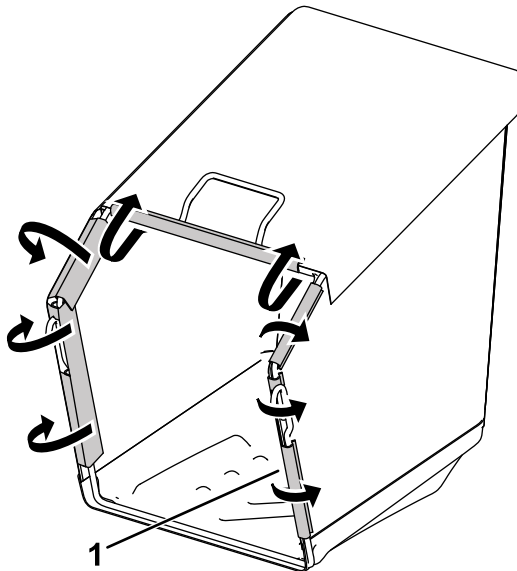

Figura 8
3. Acople los clips de plástico al bastidor de la bolsa de recogida (Figura 8).